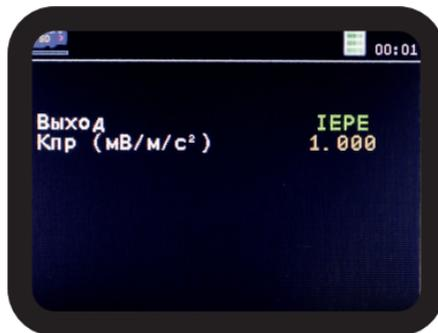

Рисунок 5. Меню «Вибропреобразователь»
2.2.6 При дальнейшей работе с виброметром необходимо выбрать параметры вибропреобразователя, с которого предполагается сбор показаний в меню «Настройки -> Вибропреобразователь» (Рисунок 5).